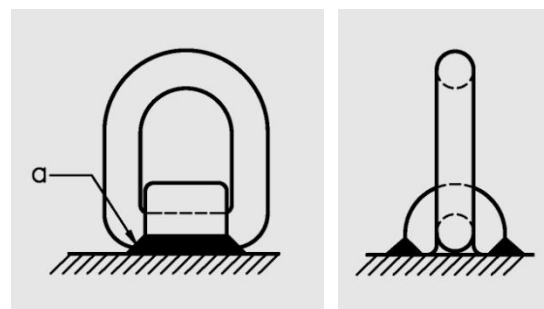

Bild 1
- » Das Schweißgut (a) ist nach Bild 1 und 2 in den vollen Querschnitt einzubringen.